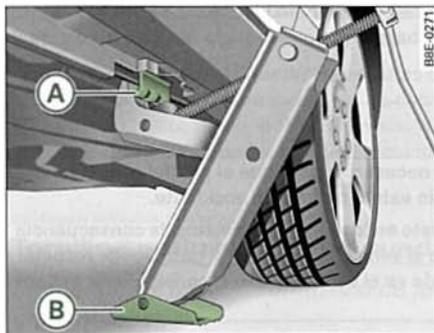

Fig. 235 Cambio de rueda: Gato
- Posicione el gato de modo que su garra envuelva el nervio del larguero inferior ⇒ fig. 235 (A) y que la placa base móvil (B) se apoye plana sobre el suelo.